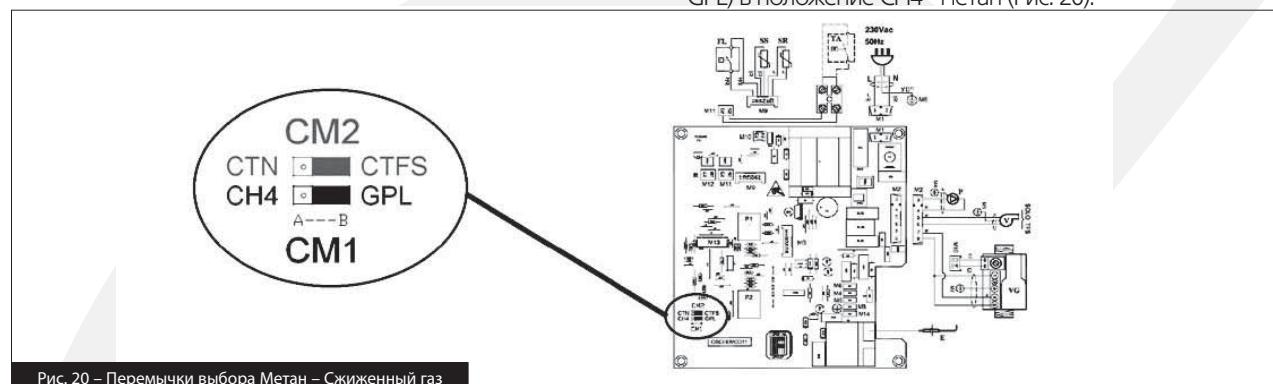

Рис. 20 – Перемычки выбора Метан – Сжиженный газ
- на электронной плате переместить перемычку CM1 (CH4-GPL) в положение GPL - сжиженный газ (Рис. 20).
- на электронной плате переместить перемычку CM1 (CH4-GPL) в положение CH4 - метан (Рис. 20).
- подсоединить микроманометр к штуцеру IN (Рис. 21) для проверки давления на входе газового клапана или к штуцеру OUT (Рис. 20) для проверки давления на горелке;